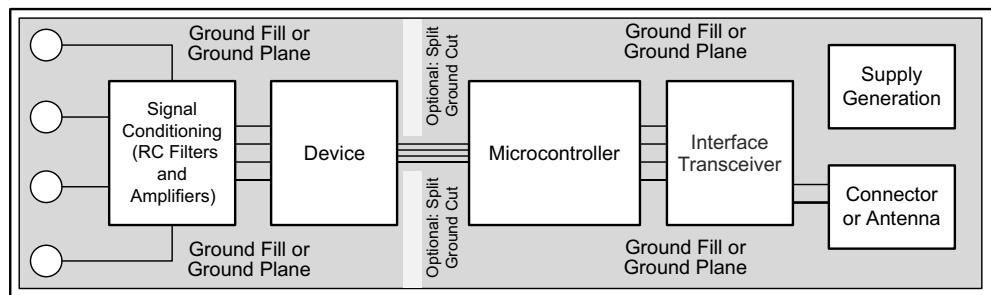

图 9-12. 系统组件布局
在为模拟和数字元件进行印刷电路板 (PCB) 布局布线时，应遵循最佳设计实践。为了获得出色性能，请将模拟元件 [例如 ADC、放大器、基准、数模转换器 (DAC) 和模拟多路复用器] 与数字元件 [例如微控制器、复杂的可编程逻辑器件 (CPLD)、现场可编程逻辑门阵列 (FPGA)、射频 (RF) 收发器、通用串行总线 (USB) 收发器以及开关稳压器] 相分离。图 9-12 展示了良好的元件放置示例。尽管 图 9-12 给出了良好的组件布局示例，各应用的最佳布局只针对特定的几何尺寸、组件和 PCB 制造能力。即没有适用于所有设计的布局布线方式，因此在使用模拟组件进行设计时必须小心谨慎。